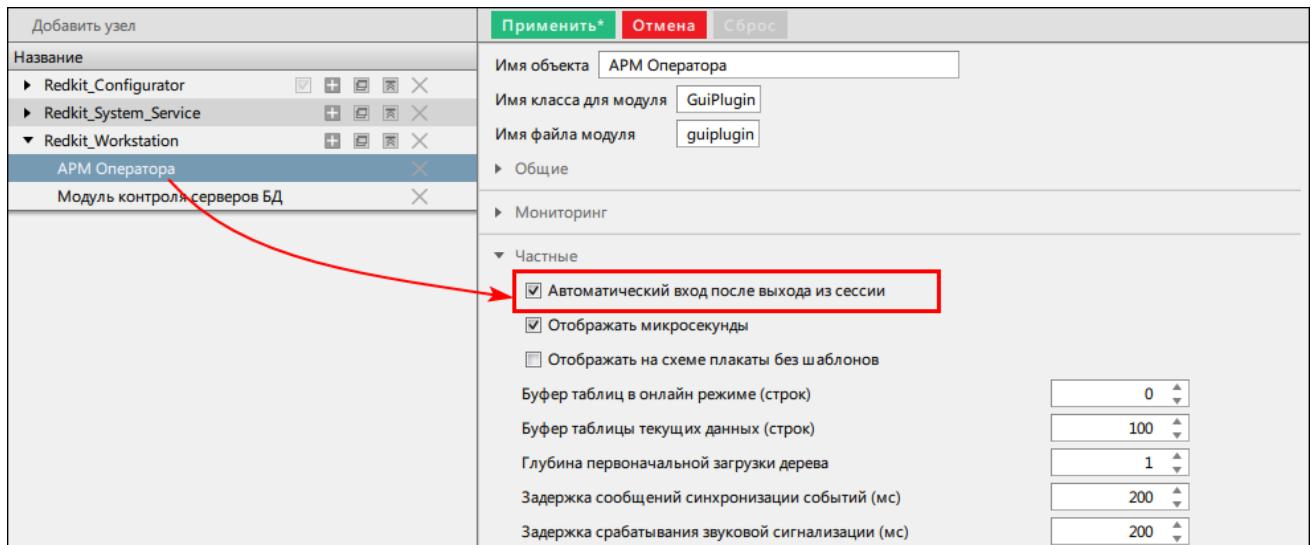

Рисунок 205 - Автоматический вход после выхода из сессии
1. В меню **Модули** в узле *Redkit_Arm* или *Redkit_Workstation* (в зависимости от типа конфигурации) у модуля **АРМ Оператора** отметьте чекбокс у настройки **Автоматический вход после выхода из сессии** (Рисунок 205). Данная настройка необходима для обеспечения автоматического перезапуска Redkit Workstation после автозавершения сеанса по тайм-ауту.